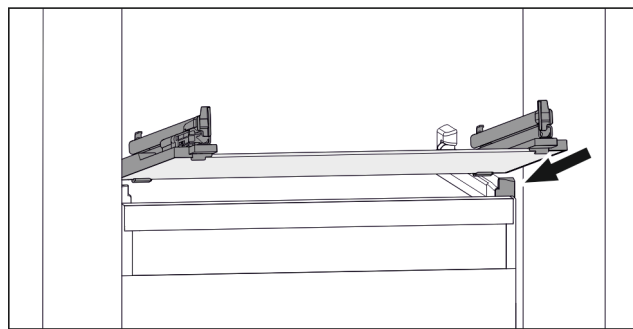

Fig. 94 Примерное отображение стеклопленочной пластины
- ▶ Наклоняя вниз, установите стеклопленочную пластину за опоры. (см. Fig. 94)